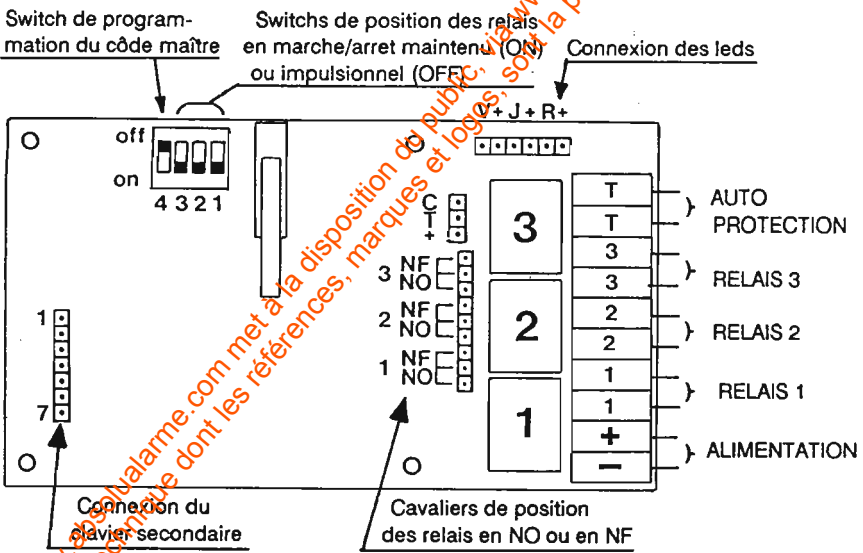

figure3
5. 3 voyants, exempts de potentiel, peuvent être allumés soit par un négatif soit par un positif. Choisir la fonction de chacun des voyants (voire schéma de raccordement figure 3 p 3/7):
7. Raccorder le bornier principal comme indiqué sur le schéma de raccordement figure 3 p:3/7.
9. Chaque relais peut être utilisé en NO ou en NF. Pour ce faire, déplacer selon votre choix les cavaliers comme précisé figure 3 p: 3/7.
Chaque relais peut être utilisé en MARCHE/ARRET maintenu, ce qui implique de positionner le(s) switch(s) n° 1-2 et/ou 3 (voir figure 3) sur ON = MARCHE/ARRET MAIN TENU, ou sur OFF = IMPULSIONNEL avec durée de l'impulsion programmable par le code maître en positionnant le(s) switch(s) sur OFF. Le switch n4 DOIT ETRE IMPERATIVEMENT SUR OFF.